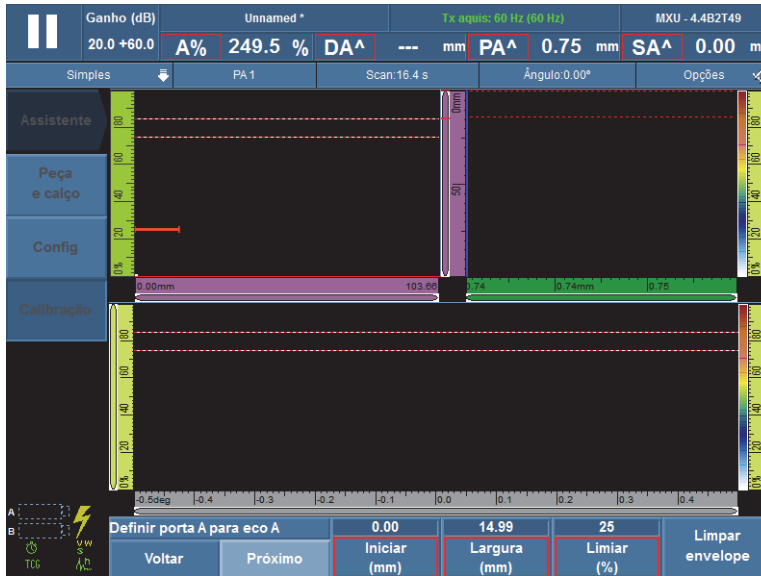

Figura 5-19 Ajuste a porta A sobre o eco para um grupo PA
- a) Selecione **Iniciar** e **Largura** e, em seguida, insira o início e largura da porta A de modo que o envelope do sinal do primeiro refletor atravessa o meio da porta, e que a porta é grande o suficiente para conter toda a largura do sinal (veja a visualização de **A-scan** em Figura 5-19 na página 156).
- b) Ajuste o valor de **Limite** de modo que o sinal atravessa a porta em cada abertura, como visto em **Calibração: DAC** visualização de Figura 5-19 na página 156.